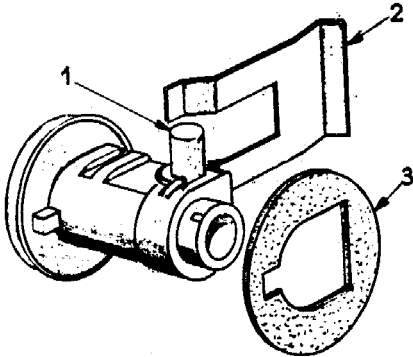

Fig. 25. — Remplacement du verrou de couvercle de malle.
**REPLACEMENT DU VERROU DE COUVERCLE DE MALLE (fig. 25).**
- Par l'orifice B ainsi découvert et à l'aide d'un tournevis chasser le clips (2).
- Dégager le verrou et sa rondelle d'étanchéité (3).